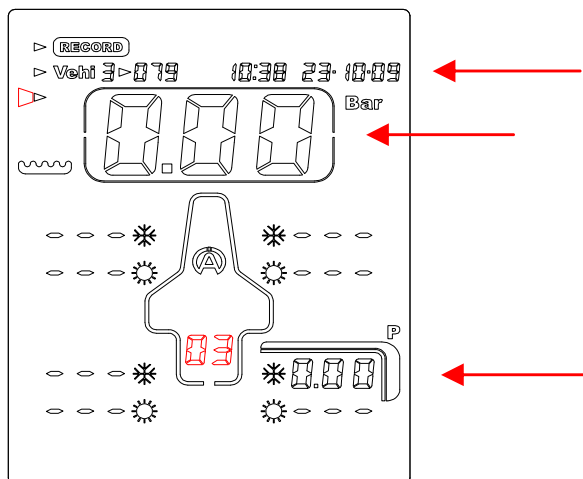

Figure 3
4) Avec le bouton  ou  sélectionnez le « **CADRAN** » (figure 3)
Sur l'exemple (figure 3), le Tyrecontrol est prêt à enregistrer, pour le véhicule 3, une série de captures dans le Set « 03 » avant course , (« Set » libre du véhicule 3) en commençant par une capture de pression sur le pneu arrière droit.